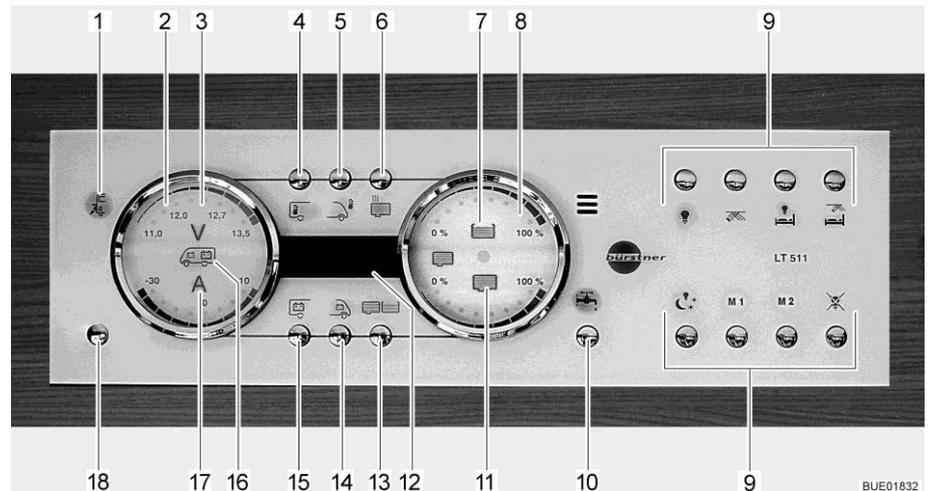

Fig. 140 Panneau de contrôle LT 511
Le voyant de contrôle 230 V (Fig. 140,1) s'allume si l'arrivée du bloc électrique est sous tension de réseau.
L'interrupteur principal 12 V (Fig. 140,18) établit ou coupe le panneau de contrôle et l'alimentation 12 V de la cellule.
**Mettre en marche :** Appuyer brièvement sur la touche d'alimentation 12 V (Fig. 140,18). L'alimentation 12 V de la cellule est assurée. L'indicateur de contrôle "12 V" s'allume.
- ▷ La tension de la batterie de cellule est trop faible quand les DEL "11,0" de l'affichage en Volt et le symbole Volt "V" (Fig. 140,3) clignotent dans l'indicateur des batteries (Fig. 140,2) après la mise sous tension. Charger la batterie.
- ▷ La coupure de batterie est active quand l'indicateur de contrôle "12 V" et le symbole Volt "V" (Fig. 140,3) clignotent trois fois après la mise sous tension. Désactiver la coupure de batterie.
**Mettre hors service :** ■ Appuyer brièvement sur la touche d'alimentation 12 V (Fig. 140,18). L'alimentation 12 V de la cellule est coupée. L'indicateur de contrôle "Alimentation 12 V" s'éteint.
■ Appuyer sur la touche batterie de cellule (Fig. 140,15) et la maintenir enfoncée pendant 10 secondes environ. Le symbole Volt "V" (Fig. 140,3) et l'indicateur de contrôle "12 V" clignotent trois fois. La batterie de cellule est coupée du réseau de bord de 12 V.
**Désactiver la coupure de la batterie (bloc électrique sans interrupteur-séparateur de la batterie) :** ■ Appuyer sur la touche d'alimentation 12 V (Fig. 140,18) et la maintenir enfoncée pendant 5 secondes environ. Le symbole Volt "V" (Fig. 140,3) et l'indicateur de contrôle "12 V" clignotent trois fois. La batterie de cellule est branché au réseau de bord 12 V. L'indicateur de contrôle s'allume au bout d'env. 5 secondes.
- Appuyer sur la touche de la batterie de cellule (Fig. 140,15). Le symbole Volt "V" (Fig. 140,3) s'allume. Le symbole Ampère "A" (Fig. 140,17) est allumé en blanc ou en rouge suivant l'état de chargement ou de déchargement. Les DEL à l'intérieur de l'indicateur indiquent la tension de la batterie et le courant de la batterie de cellule.
- Appuyer sur la touche de la batterie de démarrage (Fig. 140,14). Le symbole Volt "V" (Fig. 140,3) s'allume. Des DEL à l'intérieur de l'indicateur indiquent la tension de la batterie de démarrage.
- Appuyer sur la touche réservoirs (Fig. 140,13). Les symboles réservoir d'eau (Fig. 140,7) et réservoir d'eaux usées (Fig. 140,11) s'allument. Des DEL à l'intérieur de l'indicateur indiquent le niveau du réservoir d'eau (échelle supérieure) et celui du réservoir d'eaux usées (échelle inférieure).
Le symbole du réservoir d'eau (Fig. 140,7) ou celui du réservoir d'eaux usées (Fig. 140,11) clignote quand le réservoir d'eau est vide ou que le réservoir d'eaux usées est plein.
L'affichage numérique (Fig. 140,12) permet d'indiquer les températures intérieure et extérieure.
- Appuyer sur la touche température intérieure (Fig. 140,4). La température intérieure s'affiche.
- Appuyer sur la touche de la température extérieure (Fig. 140,5). La température extérieure s'affiche.
La touche Pompe à eau (Fig. 140,10) permet d'allumer et d'éteindre la pompe à eau.
- Appuyer sur la touche Pompe à eau (Fig. 140,10). Le symbole s'allume.